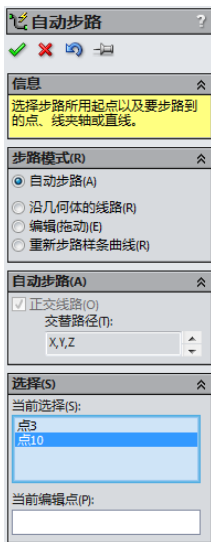
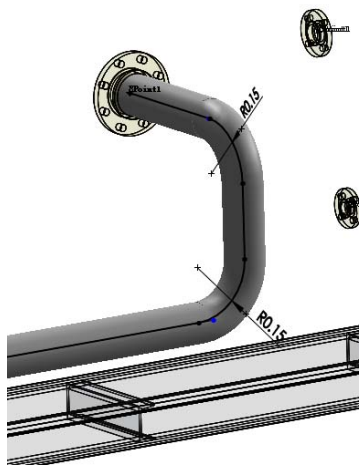

图 18-90 “自动步路”属性面板
图 18-91 自动步路线路
⑤ 单击“Routing 工具”工具栏中的“自动步路”按钮，打开图 18-90 所示的“自动步路”属性面板。分别选中管道两个突出的端点，此时连接两个点的线路出现，如图 18-91 所示。单击“自动步路”属性面板中“确定”按钮。在确认角落中单击“草图绘制”退出草图，为管道线段生成零部件。